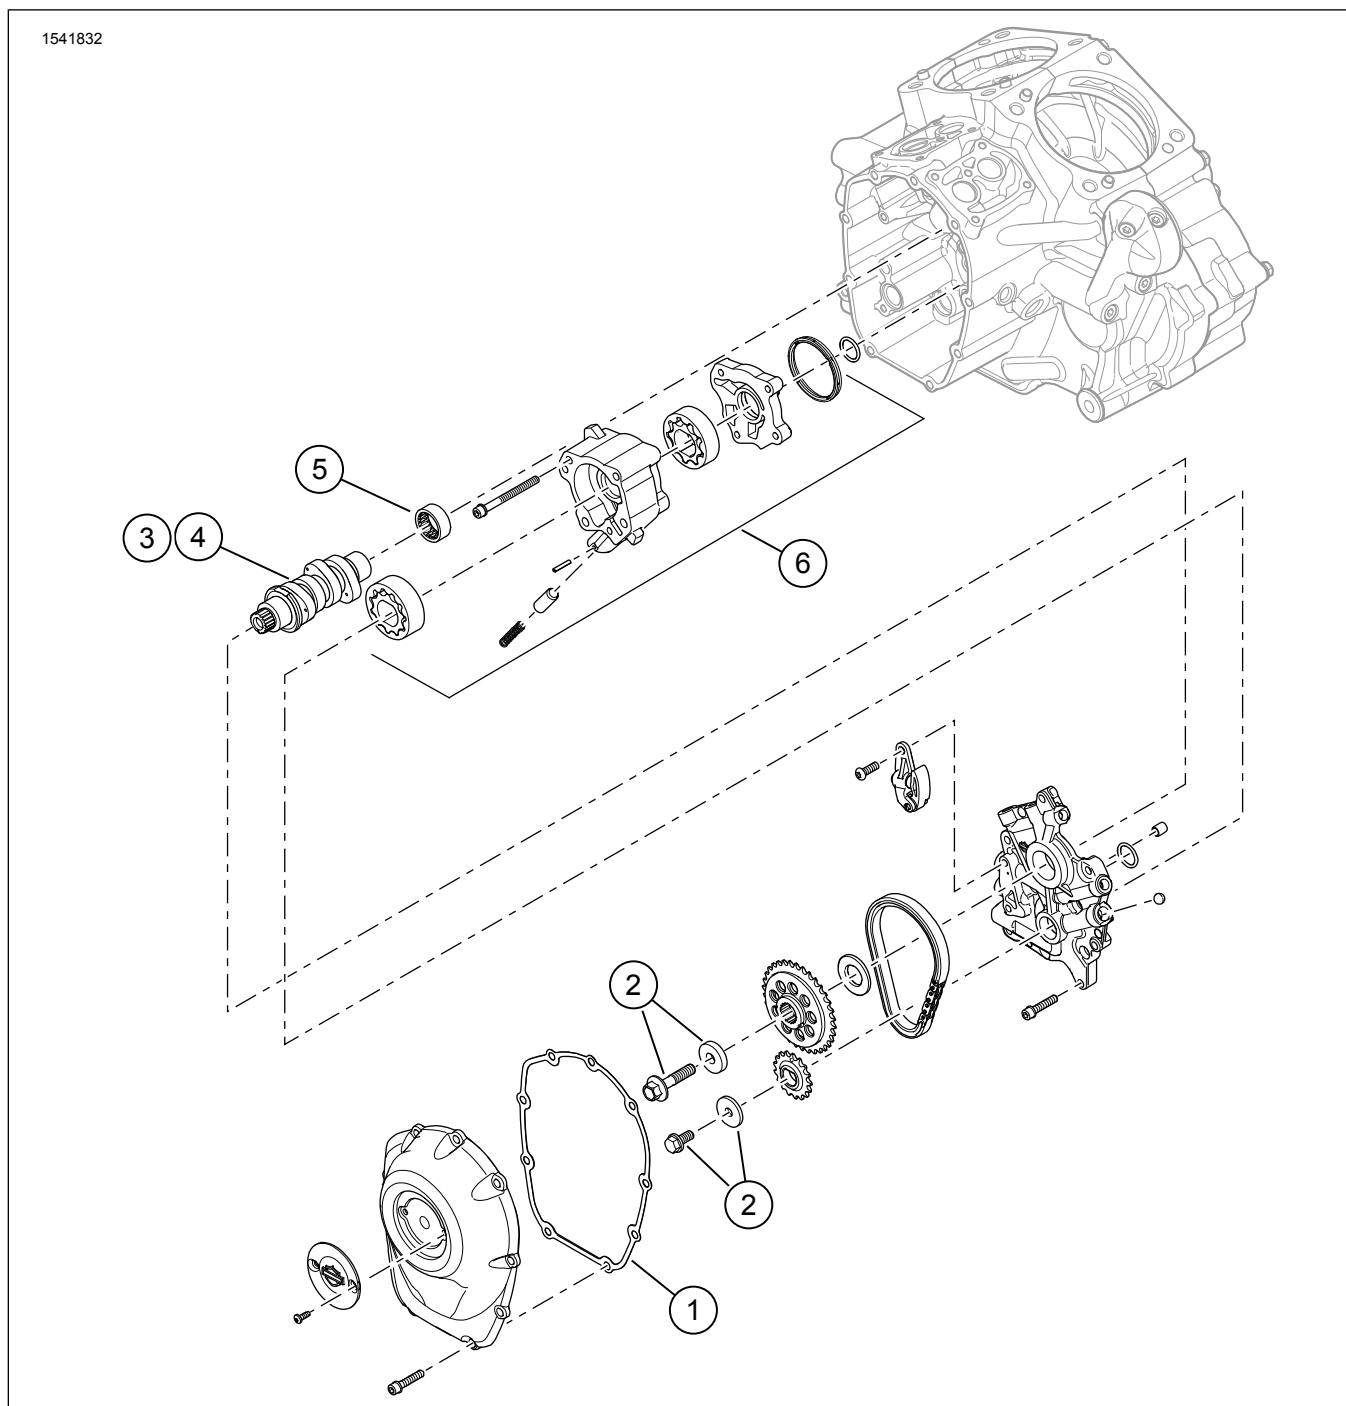

Figura 4. Peças de reposição: Kit Screamin' Eagle Milwaukee-eight Stage 2
1. Figura 4 Instale a bomba de óleo. Veja o Manual de serviço.